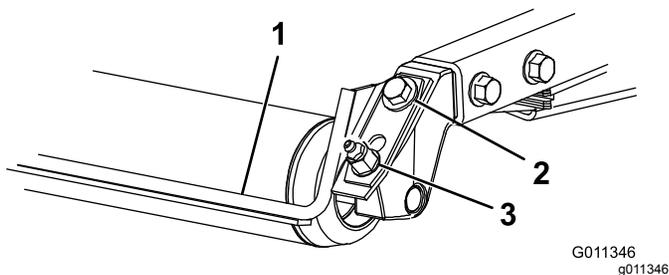

Bild 9
- Lösen Sie die Schmiernippel und Befestigungsschraube (Bild 9).